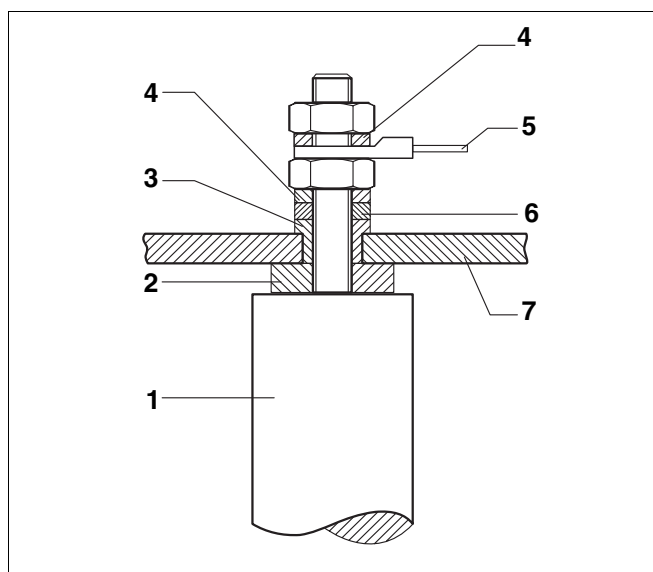

Fig. 15 Raccordement anode au magnésium
- Si l'écartement par rapport au plafond est faible, remplacez l'anode au magnésium rigide (fig. 15) par une anode à chaîne d'un diamètre de $\varnothing 33 \times 1500$ mm (article no.: 5592186).